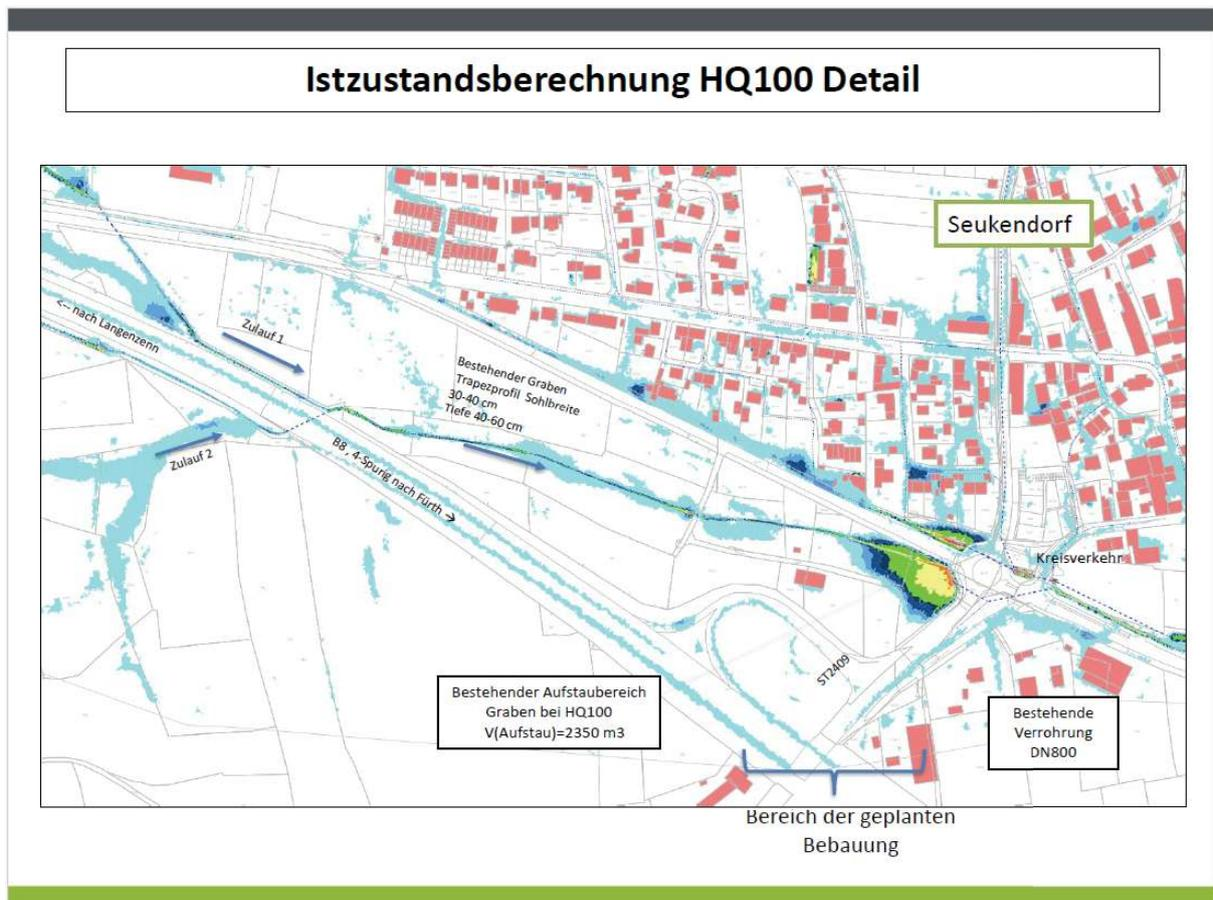

Abbildung 9: Detail Ergebnis Istzustand
- Grabenverlauf: siehe Abbildung 9
- Einstauhöhe des bestehenden Grabens bei HQ100: max. 1,30 m (siehe Abb. 9)